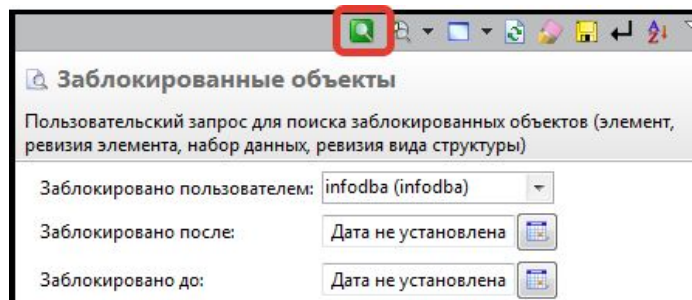

Рис. 23
4. Ввести необходимую информацию об изделии которое вы ищете, затем щелкнуть по кнопке **Выполнить поиск** (Рис. 23)